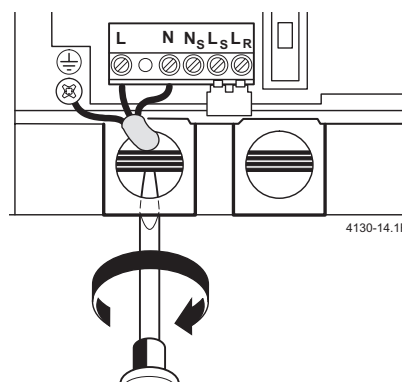

Fig. 17
- ▶ Fare passare il cavo attraverso la guarnizione del passacavo e collegarlo come da, fig. 17.